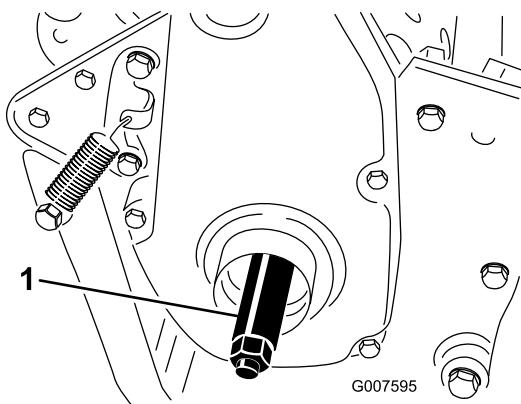

Figure 7
3. Vissez l'arbre de la roue droite sur la poulie d' entraînement du côté droit de la machine (Figure 7).